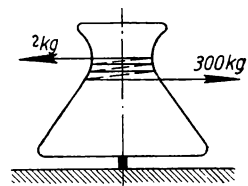

Bild 273
**416.** Eine Spillwinde (Bild 273) wird zum Heranholen von Eisenbahnwagen so benutzt, daß ein Drahtseil mit einem Ende am Zughaken des Wagens befestigt und mit dem anderen Ende um die Spilltrommel geschlungen wird. Letztere wird durch einen im Erdboden versenkt aufgestellten Elektromotor dauernd angetrieben. Ein Arbeiter zieht an dem von der Trommel ablaufenden Seilende mit geringer Kraft. Diese wird aber durch die Reibung des Seiles auf der Spilltrommel vergrößert und dadurch im auflaufenden Seile eine große Zugkraft erzeugt. Die konische Gestalt der Trommel bewirkt, daß die unten auflaufenden Seilwindungen auf der schrägen Mantelfläche immer nach oben zu dem kleinsten Durchmesser hin abgleiten, also nicht unten von der Trommel ablaufen. Die Veränderlichkeit des Trommeldurchmessers werde vernachlässigt. Die Reibungszahl für Drahtseil auf Graugußtrommel ist 0,15. Zu berechnen ist a) der umspannte Winkel in Grad für den Fall, daß das Seil mit drei vollständigen Umwindungen um die Trommel geschlungen ist; b) der umspannte Bogen  $\alpha$ , gemessen auf einem Kreise vom Halbmesser 1; c) der Wert  $e^{\mu\alpha}$ ; d) die Kraft, mit der der Arbeiter an dem ablaufenden Seilende ziehen muß, um im auflaufenden Seile eine Zugkraft 300 kg zu erzeugen.